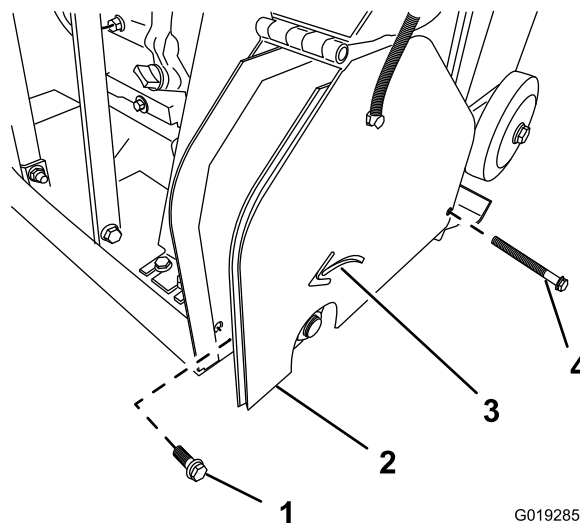

Figura 32
- A. Usando una de las llaves incluidas con la máquina, retire el perno delantero y las arandelas, situados dentro del protector de las correas, que sujetan el protector a la base de la máquina (Figura 32).
- B. Sujete el protector y retire el perno trasero y las arandelas que sujetan el protector a la base. Retire el protector (Figura 32).